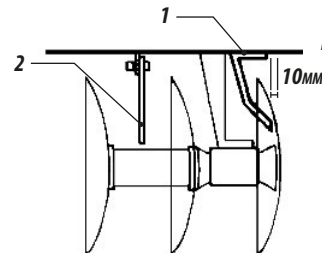

FIGURA 8
- Fijar los limpiadores (1) **figura 8**, en las armaciones delantera y trasera.
- Poner también los limpiadores centrales (2) **figura 8**, en las armaciones delantera y trasera.